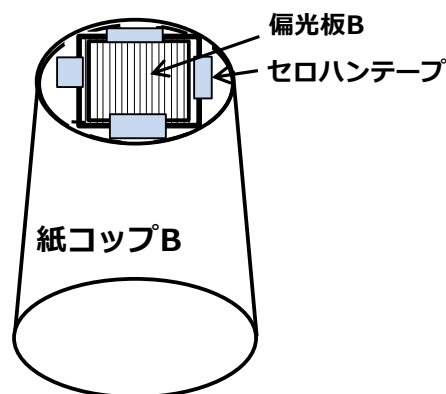

図18 紙コップBの観測窓に偏光板Bを取り付ける
2) 紙コップBの窓に35mm角の偏光板Bを(両面の保護フィルムをとり外して)置いて、周辺4カ所をセロハンテープでとめます(図18)。この時、セロハンテープが窓の内側にはみ出さないようにしてください。